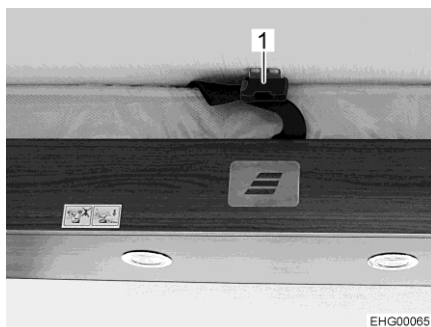

Bild 91 Sicherungsgurt
- Sicherungsgurt (Bild 91,1) lösen.
- Sicherungsgurt (Bild 91,1) schließen.